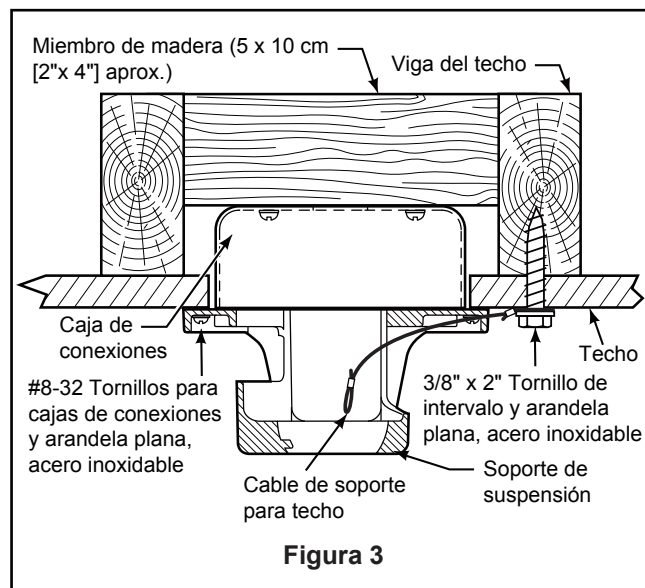

Figura 3
1. Fije adecuadamente el soporte colgante a la caja de empalme del techo que sea aceptable para el soporte del techo. Usando los tornillos de la caja de salida #8-32 y las arandelas planas suministrado con el ventilador. (Figura 3)
2. Perfore un orificio de 1/4" en la estructura del edificio para evitar grietas con la instalación del tornillo de intervalo. Utilice el tornillo de intervalo de 3/8"x2" y la arandela plana para fijar el cable de seguridad a la viga del techo o a la estructura de madera. Dicho tornillo pasará a través de arandela plana, la presilla del cable de seguridad y se fijará en la estructura del edificio. (Figura 3)
NOTA: el cable de soporte para techo no se puede asegurar solamente a la caja de conexiones; se debe asegurar directamente a la viga de techo o miembro estructural con el tornillo de cabeza cuadrada de 3/8"x2" y la arandela plana. (Figura 3)